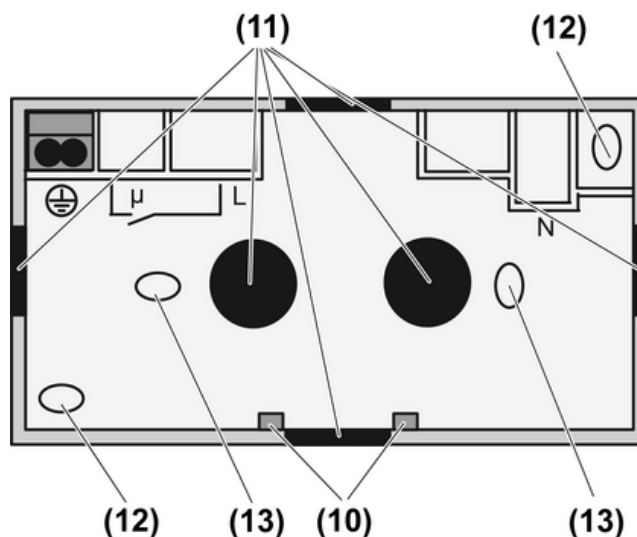

Figure 14: Ouvertures du boîtier de raccordement
- Percer les trous de drainage (10) (figure 14).
- Pour introduire les câbles, faire passer le passe-câble en caoutchouc (11) à travers et insérer le câble dans l'espace de raccordement.
- Fixer le boîtier de raccordement à l'emplacement de montage à l'aide de deux vis, de telle sorte que les trous de drainage soient placés en bas. Utiliser les trous de vis centraux (13) pour le montage sur un boîtier d'appareillage de 60 mm, sinon utiliser les trous de vis extérieurs (12) (figure 14).